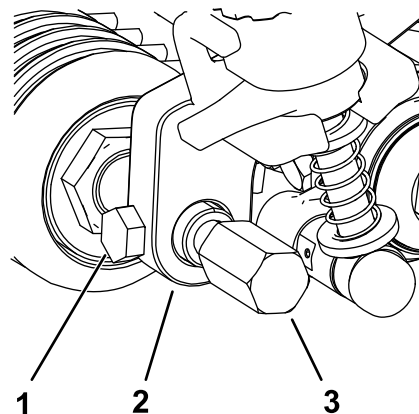

図 24
6. 前ローラのシャフトを左右の刈高ブラケットの中央にセットし、古い刈高アームから外した取り付けねじ2本で固定する 図 24。
7. 前ローラシャフトの左右それぞれにグルーマガードを取り付ける 図 24。